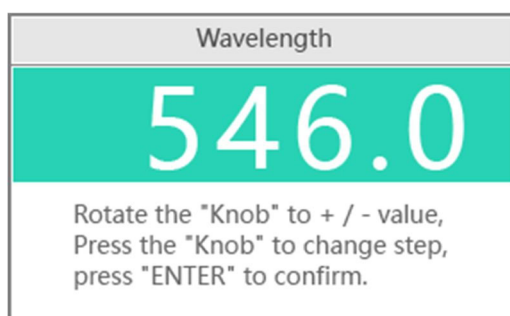

図 6-10 測定波長の設定
1. ジョグダイヤルを押すと、測定波長の設定に切り替わります(図 6-10)。ジョグダイヤルを回して測定に用いる波長に合わせ、<ENTER>キーを押して確定します。波長を合わせる際にジョグダイヤルを押すと、設定ステップを変えることができます。押すごとに、可変スピードを 20.0nm ステップか 0.5nm ステップに選択することができます。